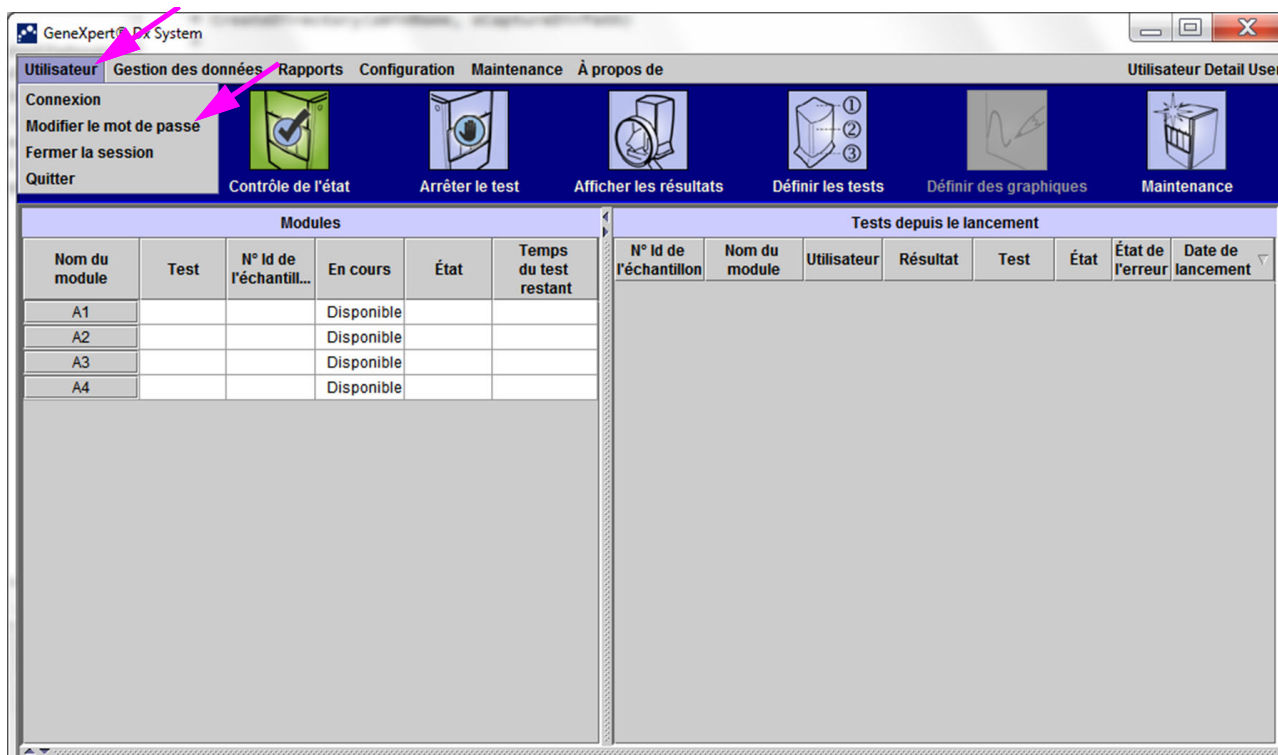
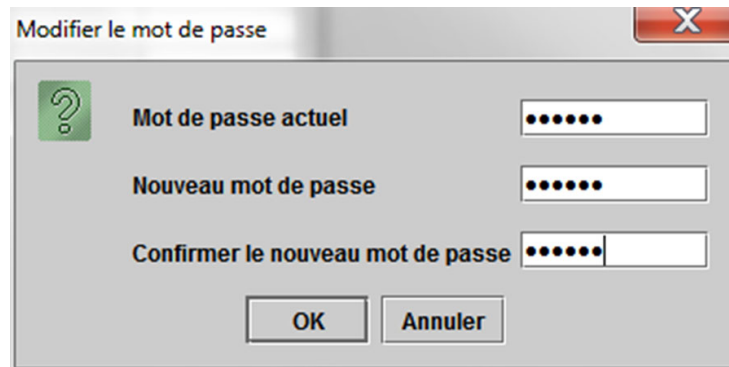

Figure 5-14. Menu Utilisateur (Modifier le mot de passe)
Figure 5-15. Boîte de dialogue Modifier le mot de passe
1. Dans la fenêtre GeneXpert Dx System, dans le menu **Utilisateur**, cliquez sur **Modifier le mot de passe**. Voir Figure 5-14. La boîte de dialogue Modifier le mot de passe s'affiche (cf. Figure 5-15).